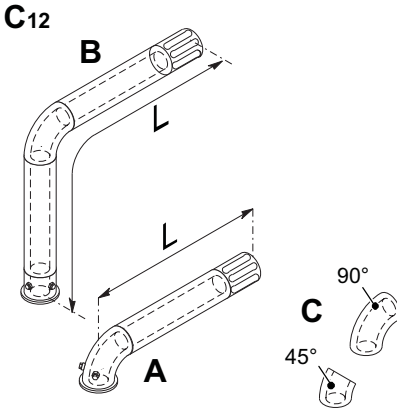

Fig. 5.10
**Kit de descarga de humos de pared (Fig. 5.10 A)**
Conducto coaxial Ø 60/100 mm con longitud nominal (L Fig. 5.10) de 915 mm.
**Kit de descarga de humos vertical con codo de 90° (Fig. 5.10 B)**
Conducto coaxial Ø 60/100 mm (Fig. 5.10). Este kit permite elevar el eje de descarga de la caldera de 635 mm.
**Codos adicionales de 45° o a 90° (Fig. 5.10 C)**